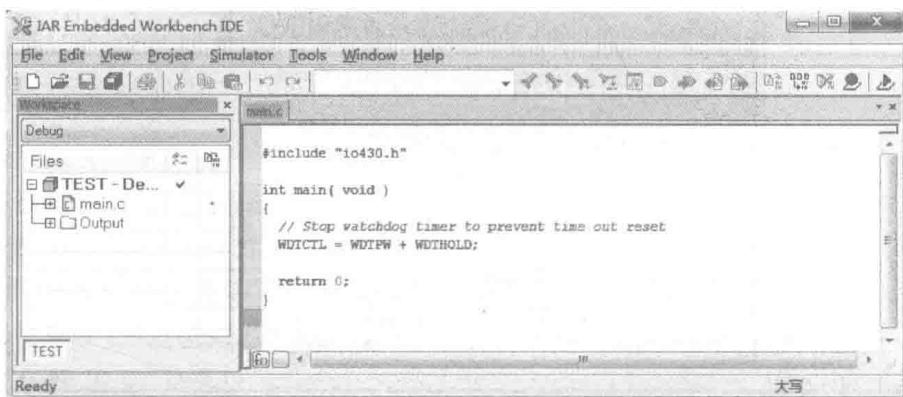

图 1-10 TEST\_Debug 新工程
(4) 单击“OK”按钮，弹出另存为对话框，为新工程起名 TEST。
(5) 单击保存按钮，将其保存在 TEST 文件夹。在工程项目浏览器区，会出现 TEST\_Debug 新工程，如图 1-10 所示。